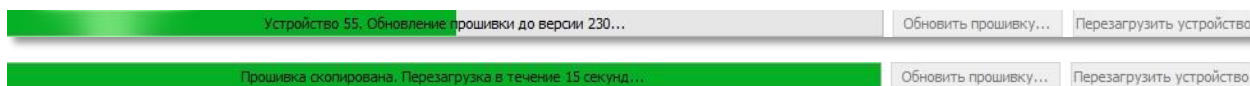

Рисунок 6. Прогресс-бар прошивки
3. Дождитесь окончания процесса копирования и перезагрузки терминала (Рис. 6).